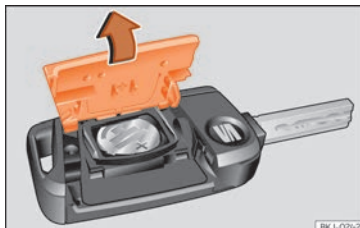

**Fig. 133** Chiave del veicolo: aprire il coperchio del vano della batteria.
- Togliere il coperchio della parte posteriore della chiave del veicolo » » **fig. 133** nella direzione indicata dalla freccia » » **1**.
- Collocare il coperchio come illustrato » » **fig. 133** e inserirlo nel vano batteria nella » »